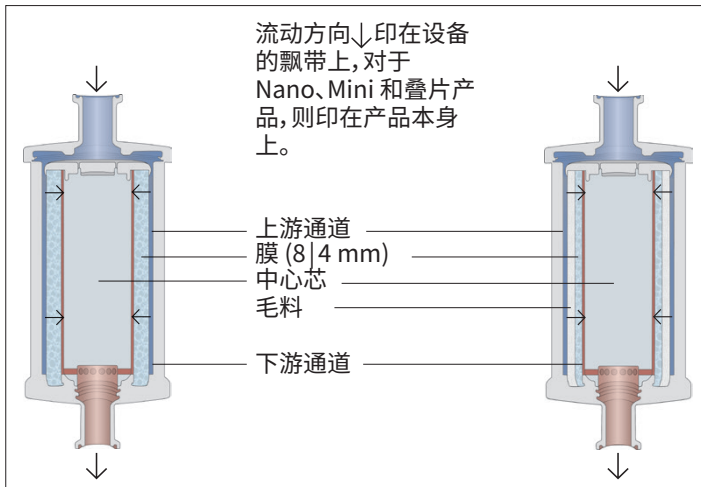

图 3: 8 mm (左) 和 4 mm (右) 囊式过滤器内部的结构和流动路径。
- ▷ 液流被引导至上游通道 (即溶液进入产品), 穿过膜层到达下游通道并到达产品的出口 (参见图 3)。